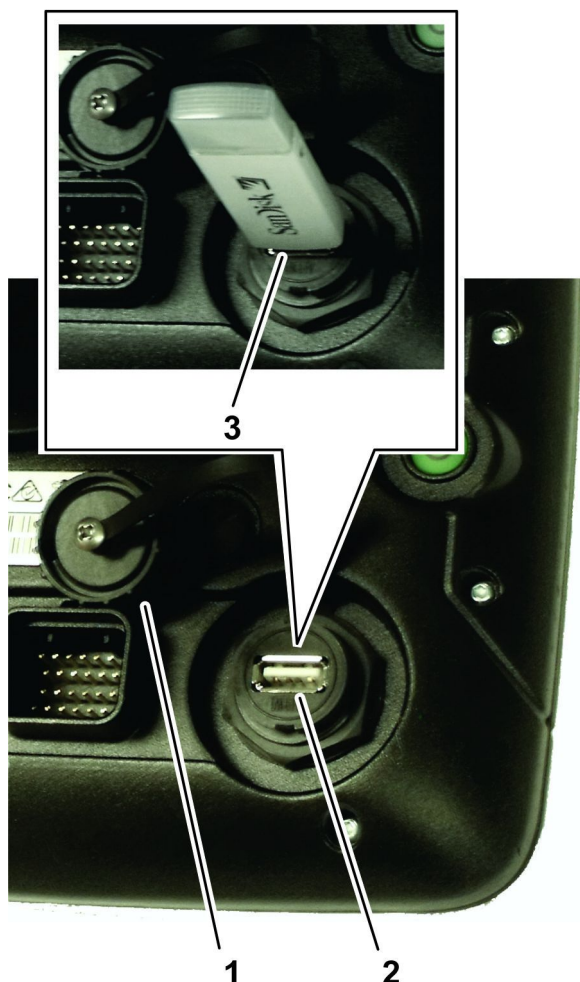

Figura 88
1. Remova a tampa da porta USB localizada abaixo do botão liga/desliga (Figura 88).
2. Introduza um dispositivo de armazenamento USB na porta USB (Figura 88).